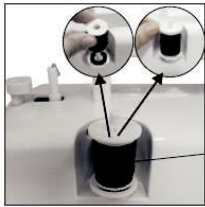

Abb.20
1. Stecken Sie eine Fadenspule auf den Garnrollenstift. (Abb.20)